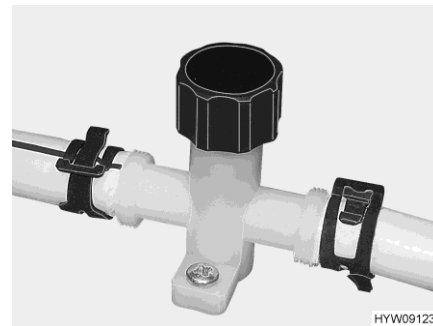
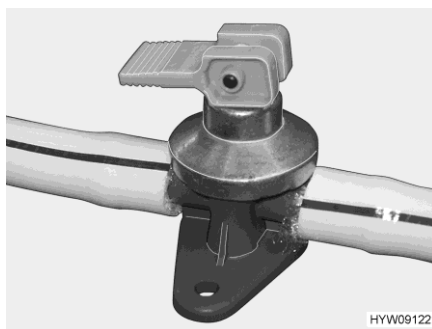

Fig. 190 Robinet de vidange (conduite d'eau)
Fig. 191 Robinet de vidange (chauffe-eau Alde)
- Fermer les robinets de vidange (Fig. 191 et Fig. 190). Tourner pour cela les capuchons dans le sens des aiguilles d'une montre ou mettez le commutateur à bascule à l'horizontale. L'emplacement de la valve de sécurité et de vidange et des robinets de vidange est présenté au paragraphe 10.6 à la fin de ce chapitre.